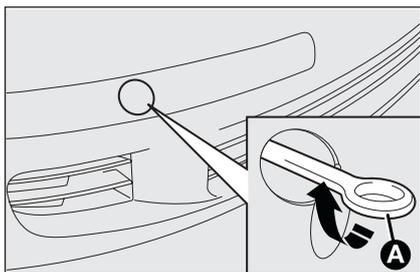
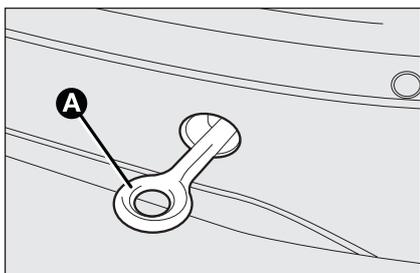

fig. 45
fig. 46
- ❑ visser à fond le crochet sur l'axe fileté arrière **fig. 46** ou avant **fig. 45**.